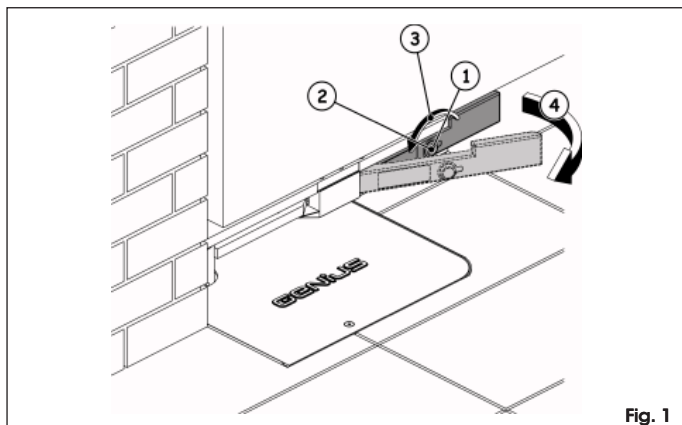

Fig. 1
- Entriegelungsschlüssel in das Schloß einstecken (Abb. 1 Bez. ②)
- Schlüssel bis zum Anschlag in Pfeilerichtung drehen (Abb. 1 Bez. ③)
- Hebel hochziehen (Abb. 1 Bez. ④)